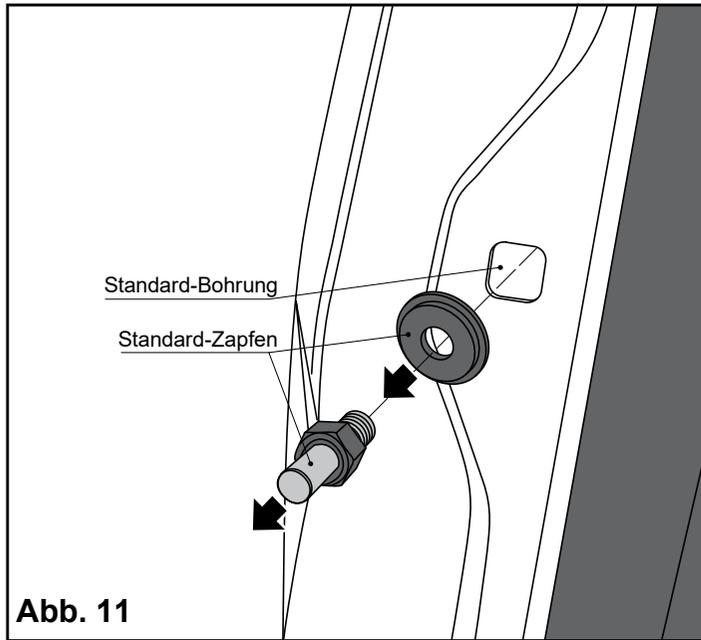

Abb. 11
1. Entfernen Sie den serienmäßigen Zapfen des oberen Schlosses an der C-Säule der Türöffnung, (**Abb. 11**).